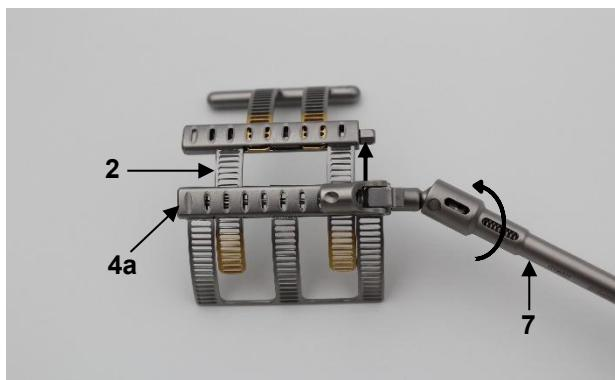

Abb. 3a
Anschließend das primäre Element (2) mithilfe des geeigneten Schraubendrehers (7) ausfahren. Hierfür den Transportmechanismus an dem Kastenmodul des Basiselements (4a) mithilfe eines geeigneten Schraubendrehers (7) im Uhrzeigersinn drehen (Abb. 3a). Das primäre Element (2) nur soweit ausfahren bis die ersten beiden goldfarbigen Langlöcher aus dem Kastenmodul (4a) zu sehen sind (siehe Abb. 3b).